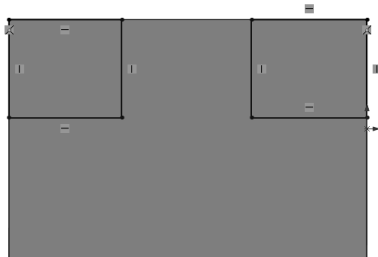

图 3-71 绘制边角矩形
**08** 绘制边角矩形。单击“草图”控制面板中的“边角矩形”按钮，绘制相关的草图，效果如图 3-71 所示。